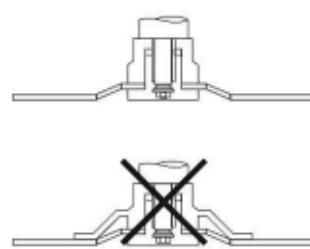

Figura 2
- g) Discos con centro rebajado y de diámetros de 100 a 230 mm deben ser montados en bridales con diámetros iguales (figura 2).